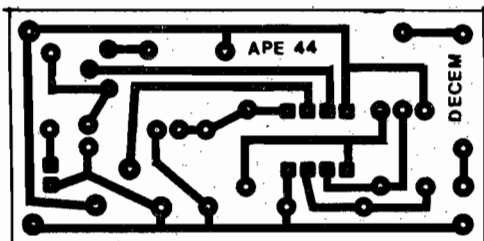

Fig.2
- FIG. 2 - LAY OUT DO CIRCUITO IMPRESSO ESPECÍFICO - Como a grande maioria dos Circuitos Impressos específicos para as montagens de APE, o padrão é simples, modesto em tamanho e não muito denso, o que facilita bastante a reprodução/confeção por parte do Hobbysta, mesmo que não seja um expert... Basta possuir o adequado material (placa de fenolite virgem cortada no tamanho indicado, carbono pa-
ra a cópia do padrão - a figura está em escala 1:1 - decalques ou tinta ácido-resistente para a traçagem, percloroeto de ferro para a solução corrosiva, thinner ou acetona para a limpeza, lixa fina ou palha de aço para o polimento final, e mini-furadeira para a furção das ilhas...) e dedicar uns 30 ou 40 minutos ao processo, uma boa dose de atenção (tudo deve ser muito bem conferido, em cada etapa), e pronto: a plaquinha estará finalizada, sem grandes problemas... Para quem for ainda muito "pagão" nessas coisas, lembramos que as áreas escuras, na fig. 2, correspondem justamente ao que restará com cobre no fim do processo, portanto são tais áreas ou padrões que devem ser cuidadosamente recobertas pela tinta ou pelos decalques, antes da corrosão... As áreas em branco, na figura, correspondem aos setores nos quais a solução elimina totalmente a película cobreada (devem, então, ser deixadas desprotegidas, para a corrosão...).